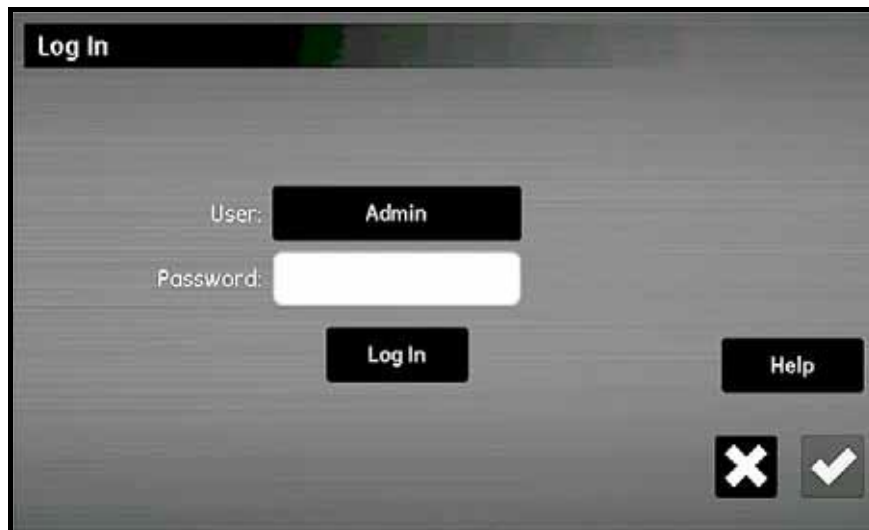

図70 : ログイン (Log In) 画面
Admin によってのみ、他のユーザーアカウントの追加、変更、または削除を行えます。Admin としてログインするには、Configuration > User Management を選択し、下図 70 に類似の Log In 画面を開きます。
1. 構成メニュー画面（57 ページ図 52 参照）から、User Management ボタンをタップし、Log In 画面（77 ページ図 70 参照）を開きます。